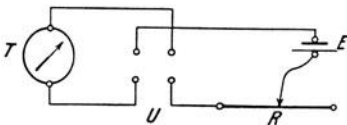

Fig. 190.
e) Verbinde das Element  $E$  (Fig. 190) und einen Widerstand  $R$  mit dem Stromwender  $U$  und diesen